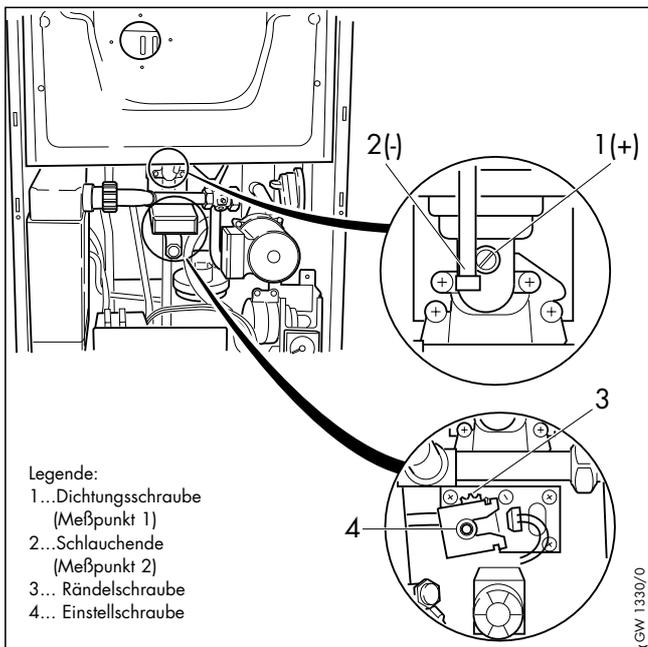

Abb. 1: Einstellung der größten Wärmebelastung und der Zündgasmenge VC/VCW 205/255
- a) Lösen Sie die Dichtungsschraube (1, Abb. 1 oder 2).
- b) Schließen Sie das U-Rohr-Manometer an den beiden Meßpunkten (1+ und 2-, Abb. 1 oder 2) an.
- Ziehen Sie die schwarze Rändelschraube der Gasarmatur (3, Abb. 1 oder 2) nach vorn und drehen Sie solange, bis die gewünschte Wärmebelastung nach Tabelle 1 erreicht ist.
- Stellen Sie an der Einstellschraube (4, Abb.1 oder 2) den Zündgasdruck nach Tabelle 2 ein.
- m) Nehmen Sie das U-Rohr-Manometer ab und **drehen Sie die Dichtungsschraube (1, Abb. 1 oder 2) wieder fest. Prüfen Sie die Gasdichtheit!**